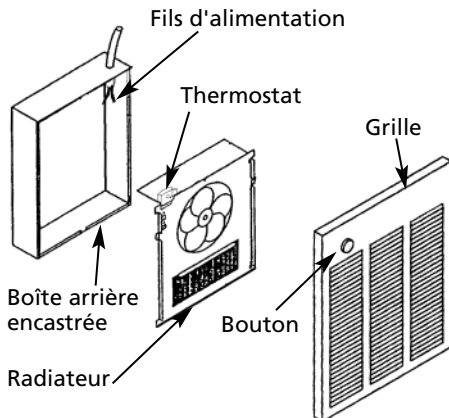

Figure 5 – Radiateur et grille
Une fois la boîte arrière entièrement installée et qu'aucune autre poussière de construction supplémentaire n'est prévue, enlever les débris de la boîte arrière, retirer le radiateur de son emballage de carton et consulter la Figure 5, page 4 pour continuer :
2. Enlever la grille (Figure 5).